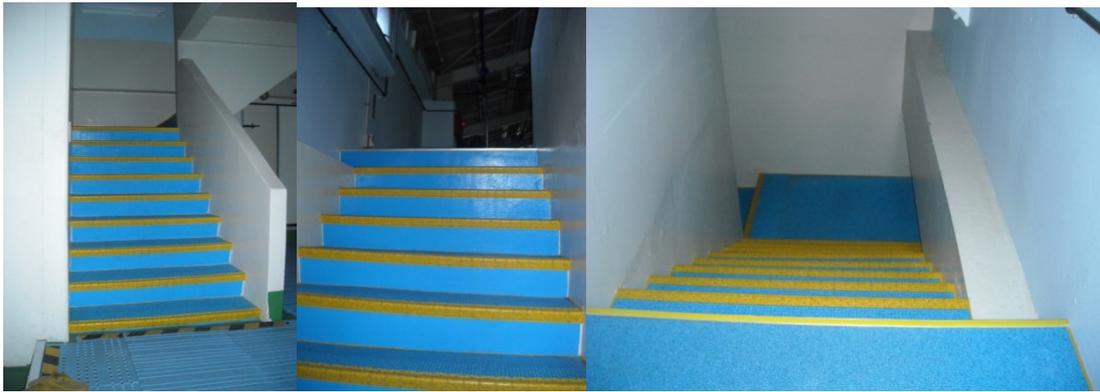

図 6-1 プールへの階段
**搬入出：**クレーンを使わずに、プールへの搬入出ができるようにしてください。図 6-1 に示す階段を使って、プールのある 2 階まで運んでいただきます。危険がある場合、当日の係員の判断により搬入を認めない場合もありますので、心配があれば事前にご相談ください。